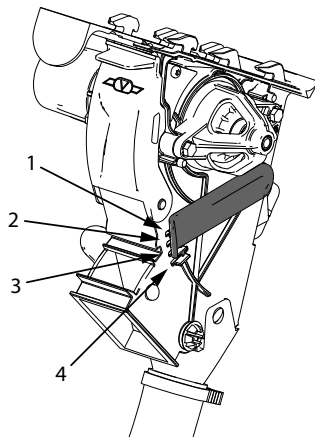

Рис. 10.36 Установка нижних заслонок
2. Установите нижние заслонки (см. “Рис. 10.36 Установка нижних заслонок”) в правильное положение в соответствии с таблицей “Настройки, микрогранулят”.